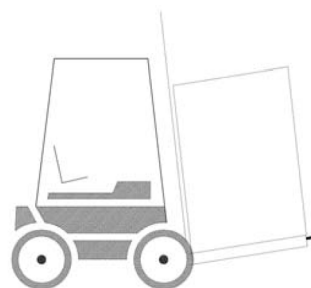

Abb. 5: Transport mit einem Gabelstapler
- Stellen Sie die Gabeln so ein, dass die Kiste ordentlich ausbalanciert wird (Abb.5).